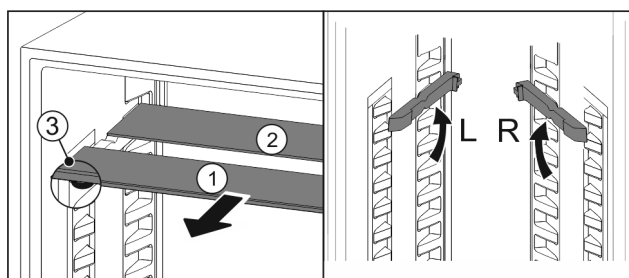

Fig. 86
- Glasplaten afzonderlijk vanaf de voorkant eruit trekken *Fig. 86 (1)*.
- Glasplaat *Fig. 86 (1)* met sierlijst ligt voor.
- Stops *Fig. 86 (3)* zijn naar onder gericht.